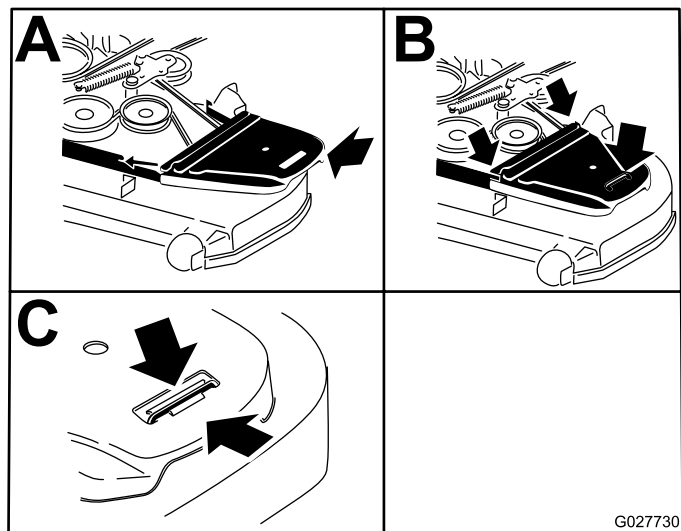

**Figura 59**
- Utilice una llave de carraca en el taladro cuadrado del brazo tensor para aliviar la tensión del muelle tensor (Figura 59).
- Pase la correa nueva alrededor de las poleas del cortacésped (Figura 59).
- Asegúrese de que los extremos del muelle están asentados en las ranuras de anclaje, y usando una llave de carraca en el taladro cuadrado, instale la correa alrededor de la polea tensora (Figura 59).